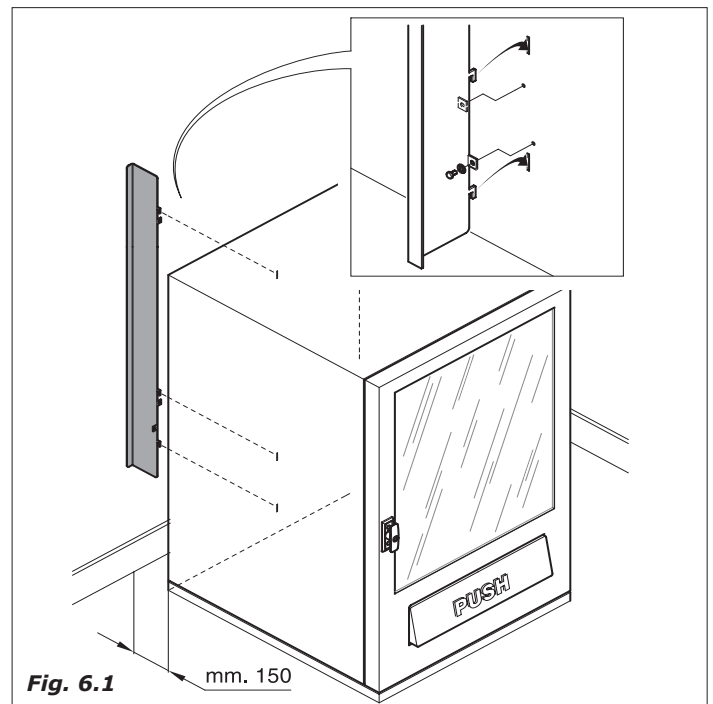

Fig. 6.1
- Antes de posicionar o distribuidor encostado em uma parede, providenciar a montagem da chapa distanciadora (fig. 6.1), de forma a garantir a correta troca de ar e relativa ventilação da unidade refrigerante. Em nenhum caso obstruir as tomadas de ar do distribuidor.
Se a instalação vem efetuada em corredores de evacuação de segurança verificar que com o distribuidor com a porta aberta fique um espaço suficiente à passagem (Fig.6.1).